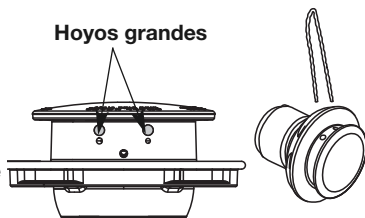

Fig. 16
4. Inserte ambos extremos de la línea en los orificios adecuados ubicados al costado del cabezal de corte (Fig. 16).